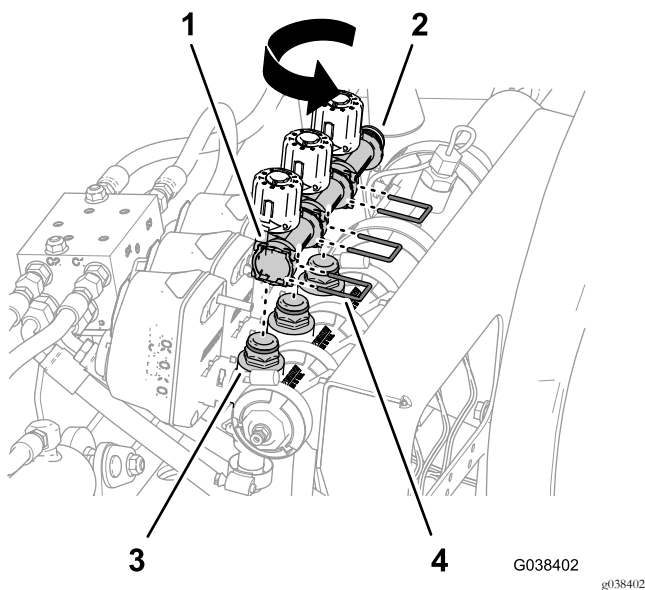

Рисунок 85
5. Переверните перепускной коллектор на 180° и установите его в 3 быстроразъемных штуцера коллектора распылительного клапана (Рисунок 85).
- Прикрепите перепускной коллектор к быстроразъемным штуцерам на коллекторе распылительного клапана (Рисунок 85) с помощью 3 держателей, снятых при выполнении пункта 3.